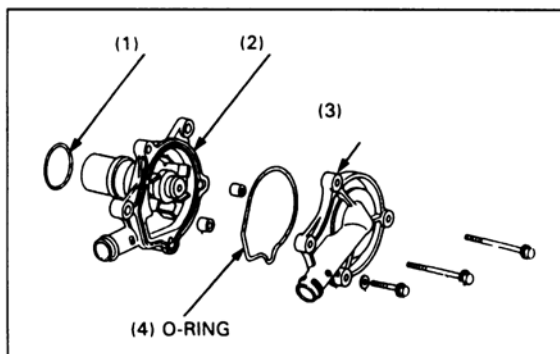

Bild 88
- Dichtring ③ Bild 88 so einbauen, dass kleinerer Durchmesser zum Pumpengehäuse weist.